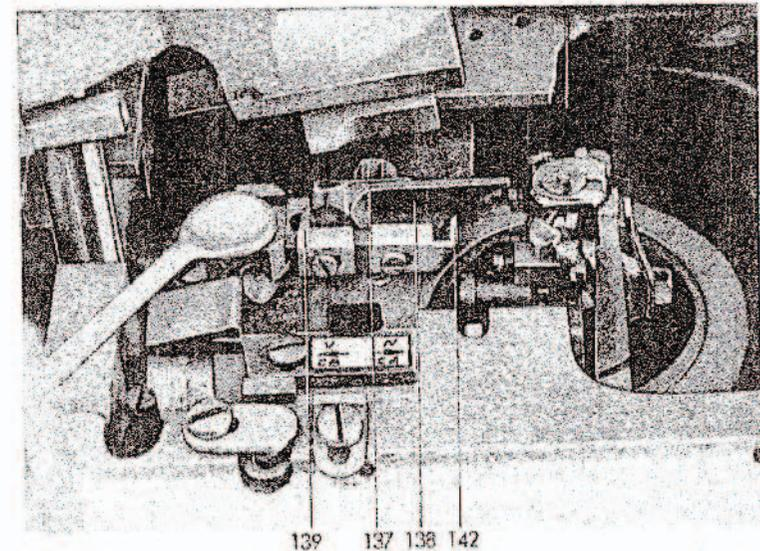

Abb. 34
3. Schraube 137 (Abb. 34) lösen und das Messer 138 (5571677) so weit in Pfeilrichtung $\leftarrow \frac{V}{CA}$ schieben, bis es am Anschlag 139 anliegt. Schraube 137 wieder fest anziehen.
3. Schraube 137 (Abb. 34) lösen und das Messer 138 (5571677) so weit in Pfeilrichtung $\frac{N}{CA} \rightarrow$ schieben, bis es am Anschlag 142 anliegt. Schraube 137 wieder fest anziehen.